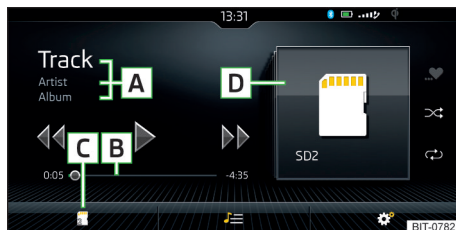
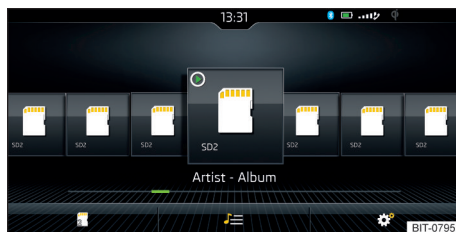

Fig. 196
Fig. 197
Meniul principal » fig. 196
Prin atingerea cu degetul în zona **D** » fig. 196, se afișează o prezentare generală a albumelor » fig. 197. Mișcarea în cadrul rezumatului albumelor se poate realiza prin mișcarea unui deget pe ecran spre dreapta/stânga. După 10 secunde de la ultima acționare, se afișează meniul principal.
- În meniul principal Media atingeți suprafața de comandă funcției **C** » fig. 196 la pagina 162 și selectați sursa audio dorită.
Deplasarea degetului spre dreapta în zona A » fig. 196 la pagina 162 a ecranului după 3 secunde de începerea redării titlului
Deplasarea degetului spre dreapta în zona A » fig. 196 la pagina 162 a ecranului în decurs de 3 secunde de începerea redării titlului
Deplasarea degetului spre stânga în zona A » fig. 196 la pagina 162 a ecranului
Mișcarea în timpul redării titlului este posibilă prin atingerea cu degetul a axei de timp **B** » fig. 196 la pagina 162.